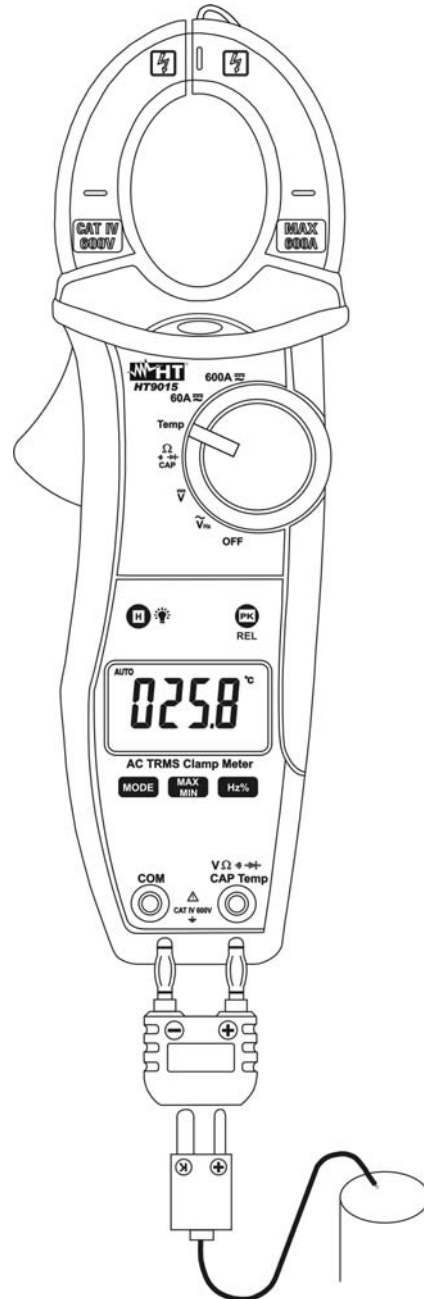

Fig. 8: Uso de la pinza para medida de Temperatura
3. Inserte la sonda termopar tipo K en dotación en los terminales de entrada **VΩ⊘CAP Temp** y **COM** a través del adaptador, respetando la polaridad mostrada en la Fig. 8. El valor de la temperatura es mostrado en el visualizador. En la medida de temperatura la barra gráfica analógica está desactivada